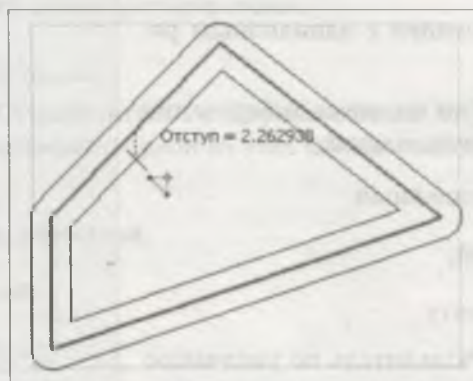

Рис. 7.5. Построение эквидистанты контура
- За один вызов команды вы можете построить любое количество эквидистант. Пример построения эквидистанты показан на рис. 7.5.